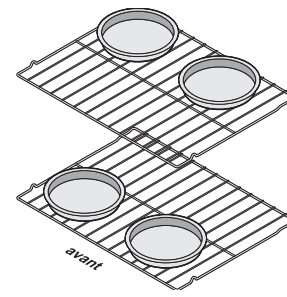

Figure 13 : Espacement des ustensiles de cuisson
- Lorsque vous cuisinez avec deux grilles de four, positionnez l'ustensile de cuisson comme illustré à la figure 13. Laissez un espace d'au moins 5 cm (2 po) entre les ustensiles de cuisson pour permettre à l'air de bien circuler.